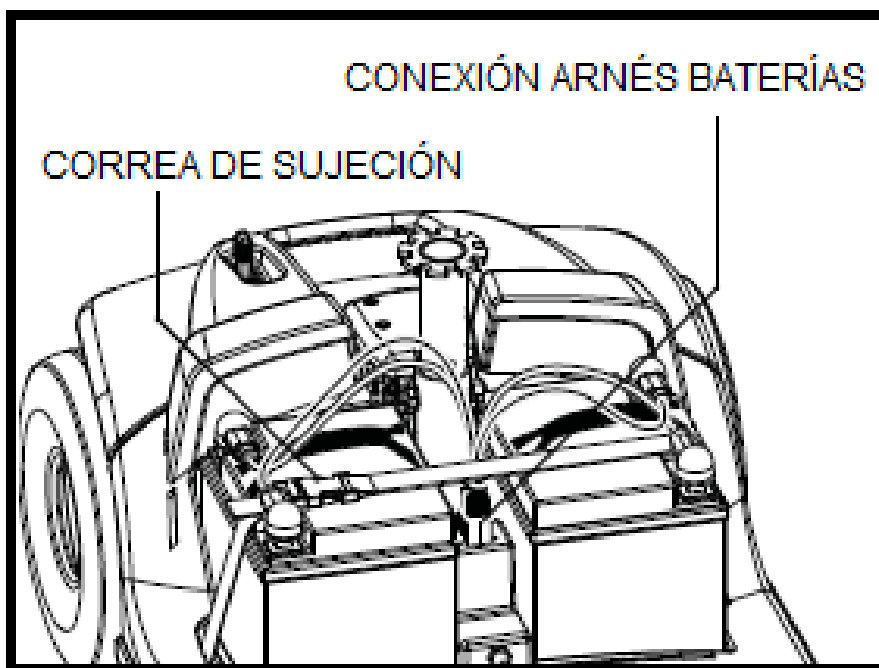

Figura 16.
9. Desbloquee la rueda delantera girando el botón de bloqueo del manillar 90° a la izquierda. (Figura 16).